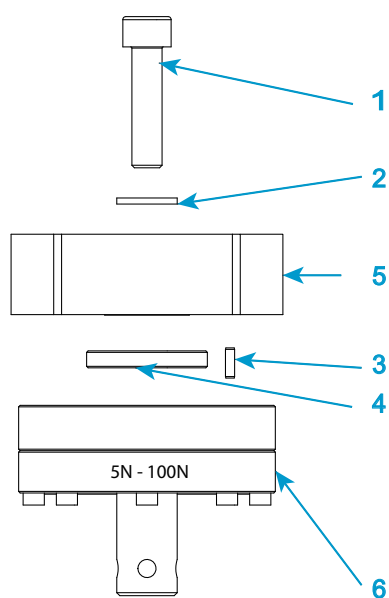

Figura 15. Installazione di una cella di carico serie 2530 - capacità da 5 N a 100 N
Legenda per Figura 15
1. Fare riferimento a Figura 15 a pagina 89 e alla relativa legenda associata.